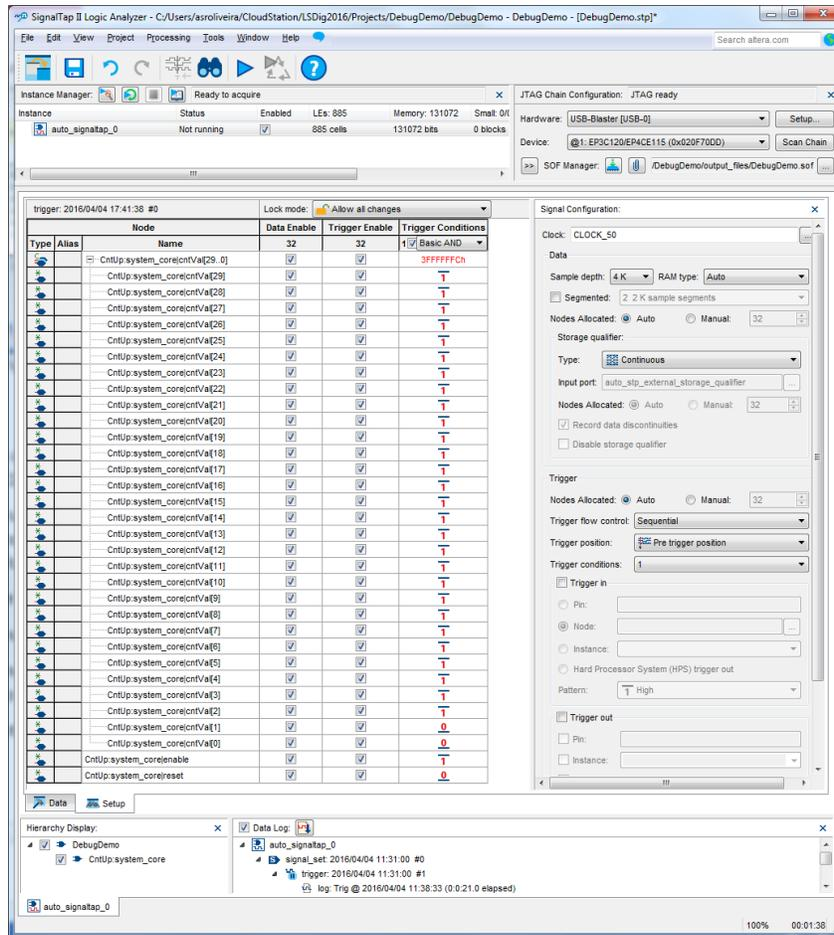
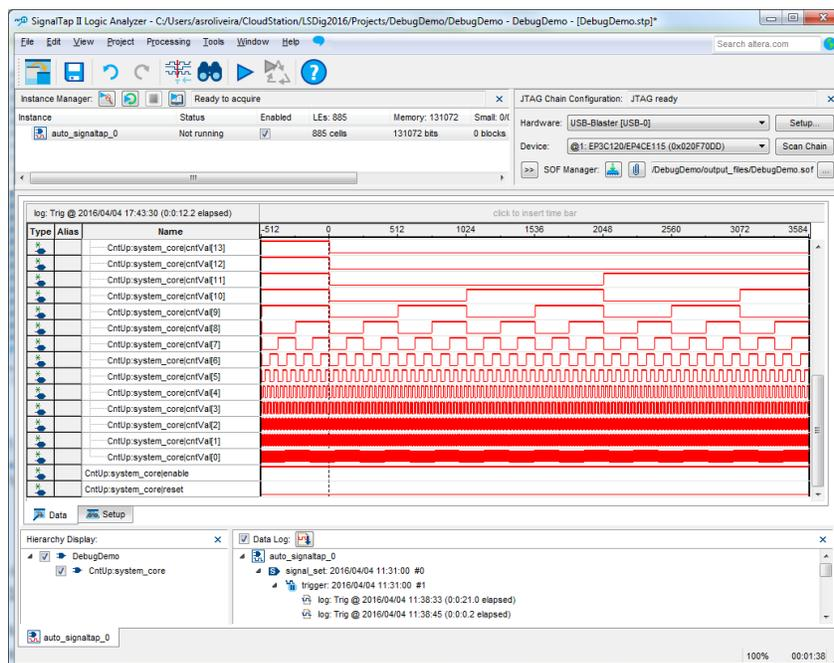

Figura 27 – Configuração do instante de disparo da captura (*trigger*) com base no valor dos sinais *reset*, *enable* e *cntVal*.
Figura 28 – Janela “Data” da aplicação “SignalTap II Logic Analyser” depois de uma nova aquisição, onde foi capturado o *wrap-around* do contador.
10. Podem ser visualizados instantes particulares da contagem se forem definidas condições de *trigger* mais restritas. A título de exemplo, pode ser visualizado o instante de *wrap-around* do contador através da atribuição do valor “11...100” a *cntVal*, o que leva a que a captura seja disparada três ciclos de relógio antes do contador voltar à contagem “00...00” (Figura 27). Volte a executar o comando “*Processing* → *Run Analysis*” para efetuar a captura (Figura 28).